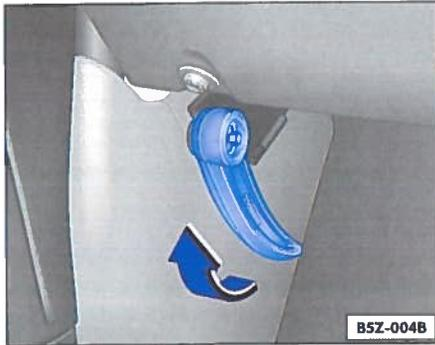

Abb. 88 Detail vom Fußraum der Fahrerseite: Entriegelungshebel für die Motorraumklappe
- Ziehen Sie den Entriegelungshebel unterhalb der Instrumententafel ⇒ Abb. 88 nach hinten – die Motorraumklappe springt durch Federkraft aus ihrer Verriegelung ⇒ ⚠.